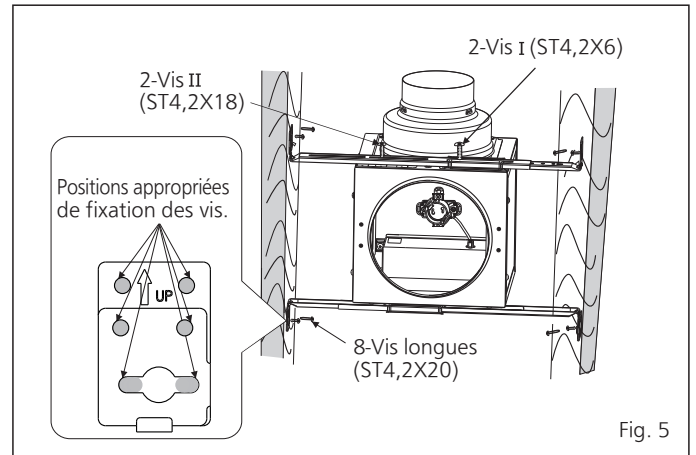

Fig. 5
5. Laissez pendre le boîtier du luminaire à partir des quatre longues vis et ajustez les supports de suspension le cas échéant. Serrez ensuite les quatre longues vis. Puis fixez les autres quatre longues vis (ST4.2X20) aux autres orifices. Assurez-vous que le boîtier du luminaire est au même niveau que les solives. (Voir Fig. 5)
6. Serrez les deux vis I (ST4,2X6) (Sauf lorsque l'espace est de 305 mm (12 po) entre les solives.). Puis fixez le support de suspension I et II au boîtier du luminaire avec les vis II (ST4,2X18). (Voir Fig. 5)